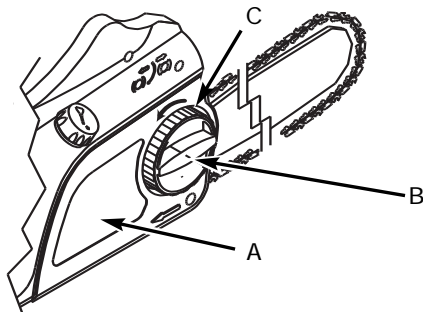

Fig. 17
2. Suelte un poco el pomo (B) en sentido contrario al de las agujas del reloj y luego gire el anillo de tensión de la cadena (C) en sentido contrario al de las agujas del reloj para quitar tensión en la cadena (Fig. 17).
3. Para extraer la tapa de la rueda dentada (A), gire el pomo (B) en sentido contrario al de las agujas del reloj. (Fig. 17)